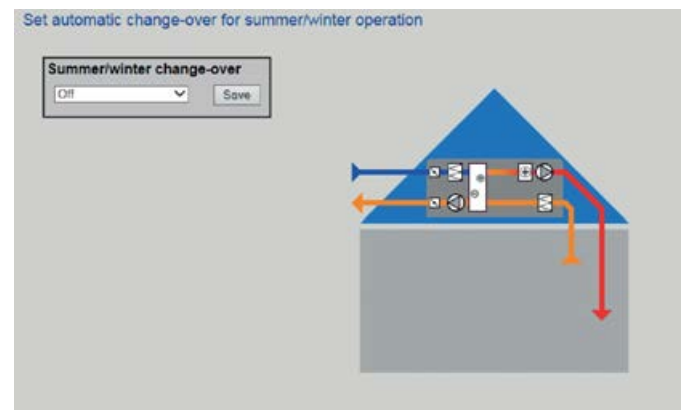

Fig. 32: Cambio verano/invierno
2. ▶ Seleccione el tipo de control deseado en la lista desplegable (Fig. 32 /1).